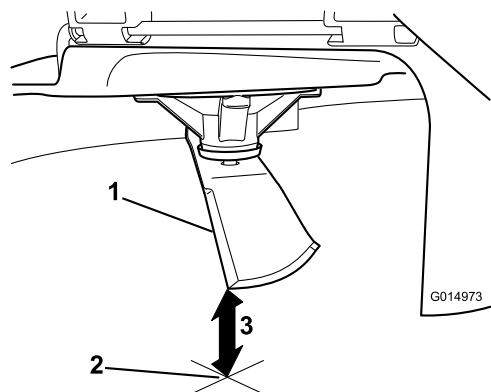

Figure 96
5. Mesurez la distance entre la pointe de la lame et la surface plane (Figure 96).